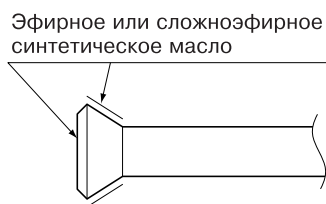

Рис. 17
- При присоединении гайки раструба покрывайте часть раструба (и внутри, и снаружи) эфирным или сложноэфирным синтетическим маслом, поверните гайку три или четыре раза вручную и затем затяните ее ключом. **(См. рис. 17)**